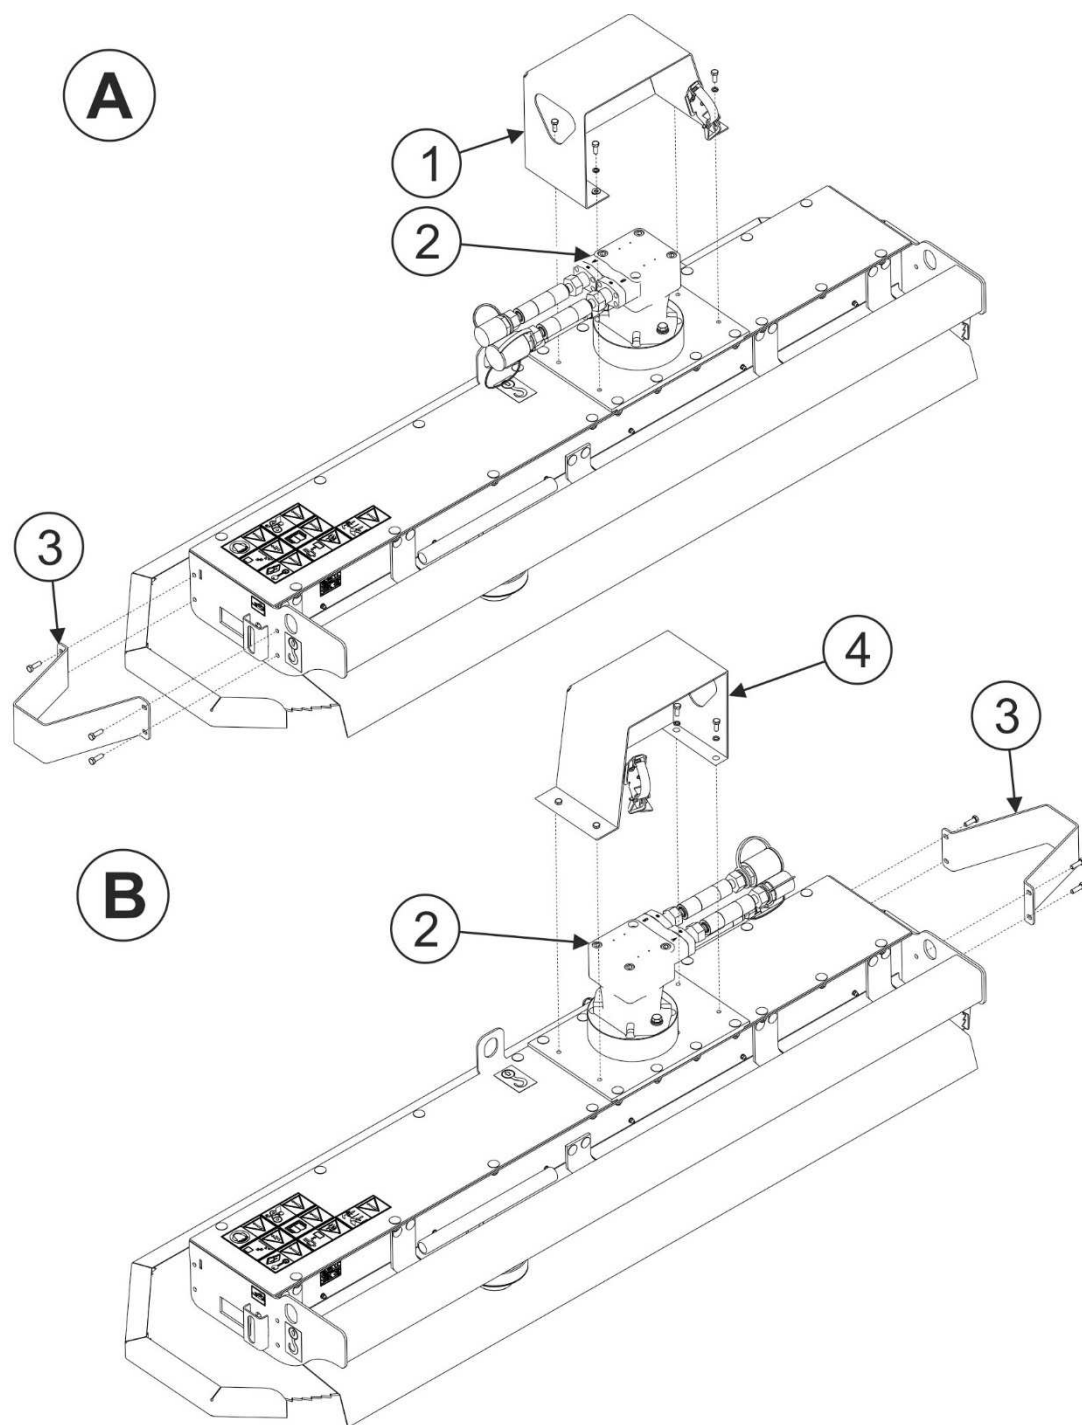

РИСУНОК 4.2 Приспособление пилы для работы с левой стороны универсальной стрелы.
(1)- головка универсальной стрелы; (2)- несущий брус режущей головки (3)- болты крепления пилы; (4)- быстрые разъемы на универсальной стреле; (5)- быстрые разъемы на пиле для обрезания ветвей.
В стандартной версии пила приспособлена для работы с плечом стрелы, установленной с правой стороны трактора. В случае, если необходимо, чтобы пила работала на плече стрелы с левой стороны трактора, необходимо повернуть гидравлический двигатель (2) (РИСУНОК 4.2) на 180 градусов и установить левый кожух (4) (доступный как опция), приспособленный для повернутого двигателя. Боковое ограждение (3) пилы необходимо перенести с левой стороны на правую сторону корпуса (РИСУНОК 4.2).
- поднять пилу так, чтобы она оказалась над зацепом головки универсальной стрелы (РИСУНОК 4.2)